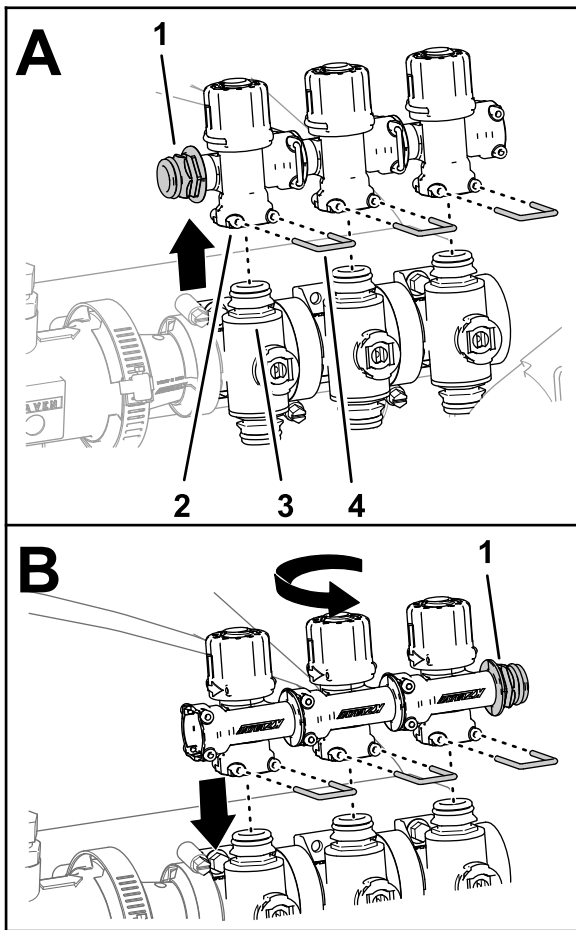

Bild 64
- Entfernen Sie die drei Halter, mit denen die drei Sicherheitsventile am linken, mittleren und rechten Abschnittventil befestigt sind (Bild 64).
5. Nehmen Sie die Sicherheitsventile von den Abschnittventilen ab (Bild 64).
6. Drehen Sie die Sicherheitsventile um 180° und montieren sie an den Schnelltrenanschlussstücken der Abschnittventile (Bild 64).
7. Befestigen Sie die drei Sicherheitsventile mit den drei Haltern, die Sie in Schritt 4 entfernt haben, an den Abschnittventilen (Bild 64).